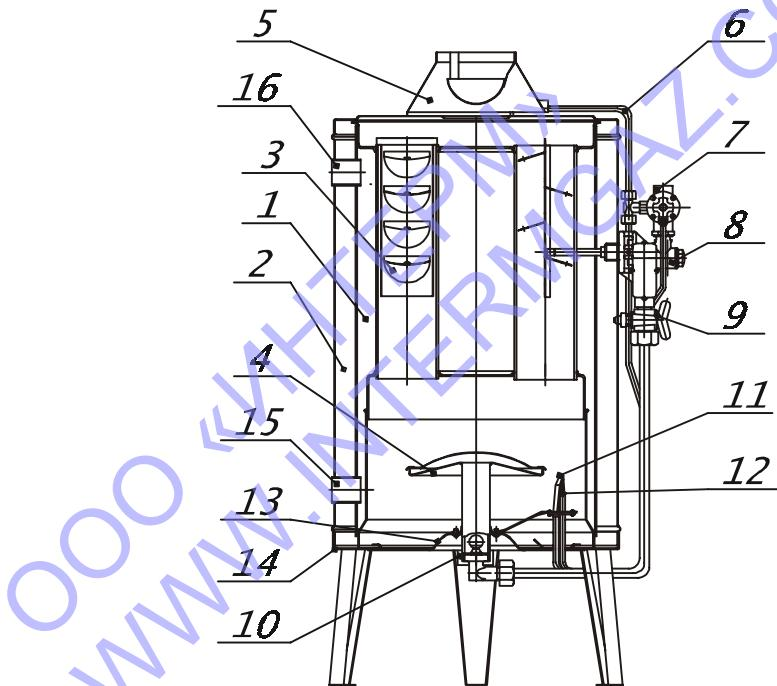

Рис. 1. (исп. 1). Схема аппарата отопительного газового бытового с водяным контуром:
2.3. Основные показатели аппаратов исп. 1 (рис. 1), исп. 2 (рис. 2).
5.1. Аппарат исп. 1 (рис. 1) состоит из следующих узлов: теплообменника, кожуха, устройства газогорелочного, крана газового, зонта с обтекателем, автоматики безопасности и регулирования, которая включает клапан газовый магнитный с фильтром, термопару, горелку запальную, терморегулятор и автоматику по тяге.
6.11. При устраниении неисправностей в устройстве газогорелочном или для прочистки основной и запальной горелок произвести следующие подготовительные работы: отсоединить трубы горелок и термопару от узла автоматики, повернуть поддон по оси до прорези в основании 14 (см. рис. 1 (исп. 1)) и в раме 14 (см. рис. 2 (исп. 2)), вывести поддон из прорези в основании и извлечь его из-под аппарата, после выполнения указанных операций вернуть все в первоначальное положение, закрепив трубы горелок и термопару к узлу автоматики.